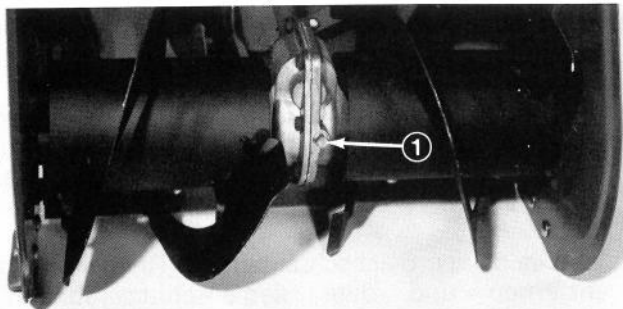

Abb. 26
3. Die Umgebung des Ablassstopfens säubern (Abb. 26).
4. Die Ablasswanne vorne unter das Räumgetriebe stellen und den Ablassstopfen heraus- (Abb. 26).
7. Den Stopfen wieder einschrauben (Abb. 26).